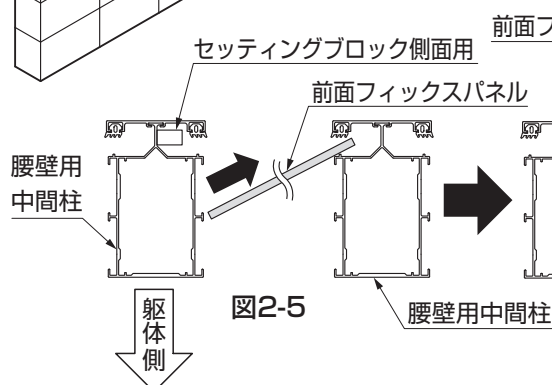
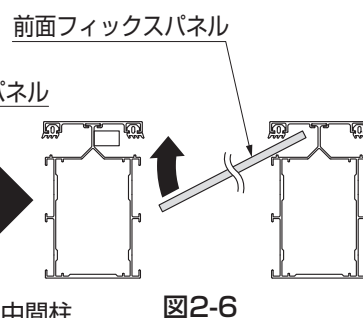
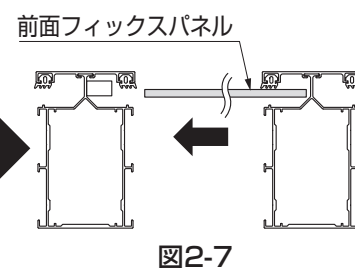

図2-5
図2-6
図2-7
②前面フィックスパネルの片側を腰壁用中間柱に差込んで、反対側を腰壁用端部柱、腰壁用中間柱に押込むようにはめ込んでください。(図2-5、図2-6、図2-7参照)